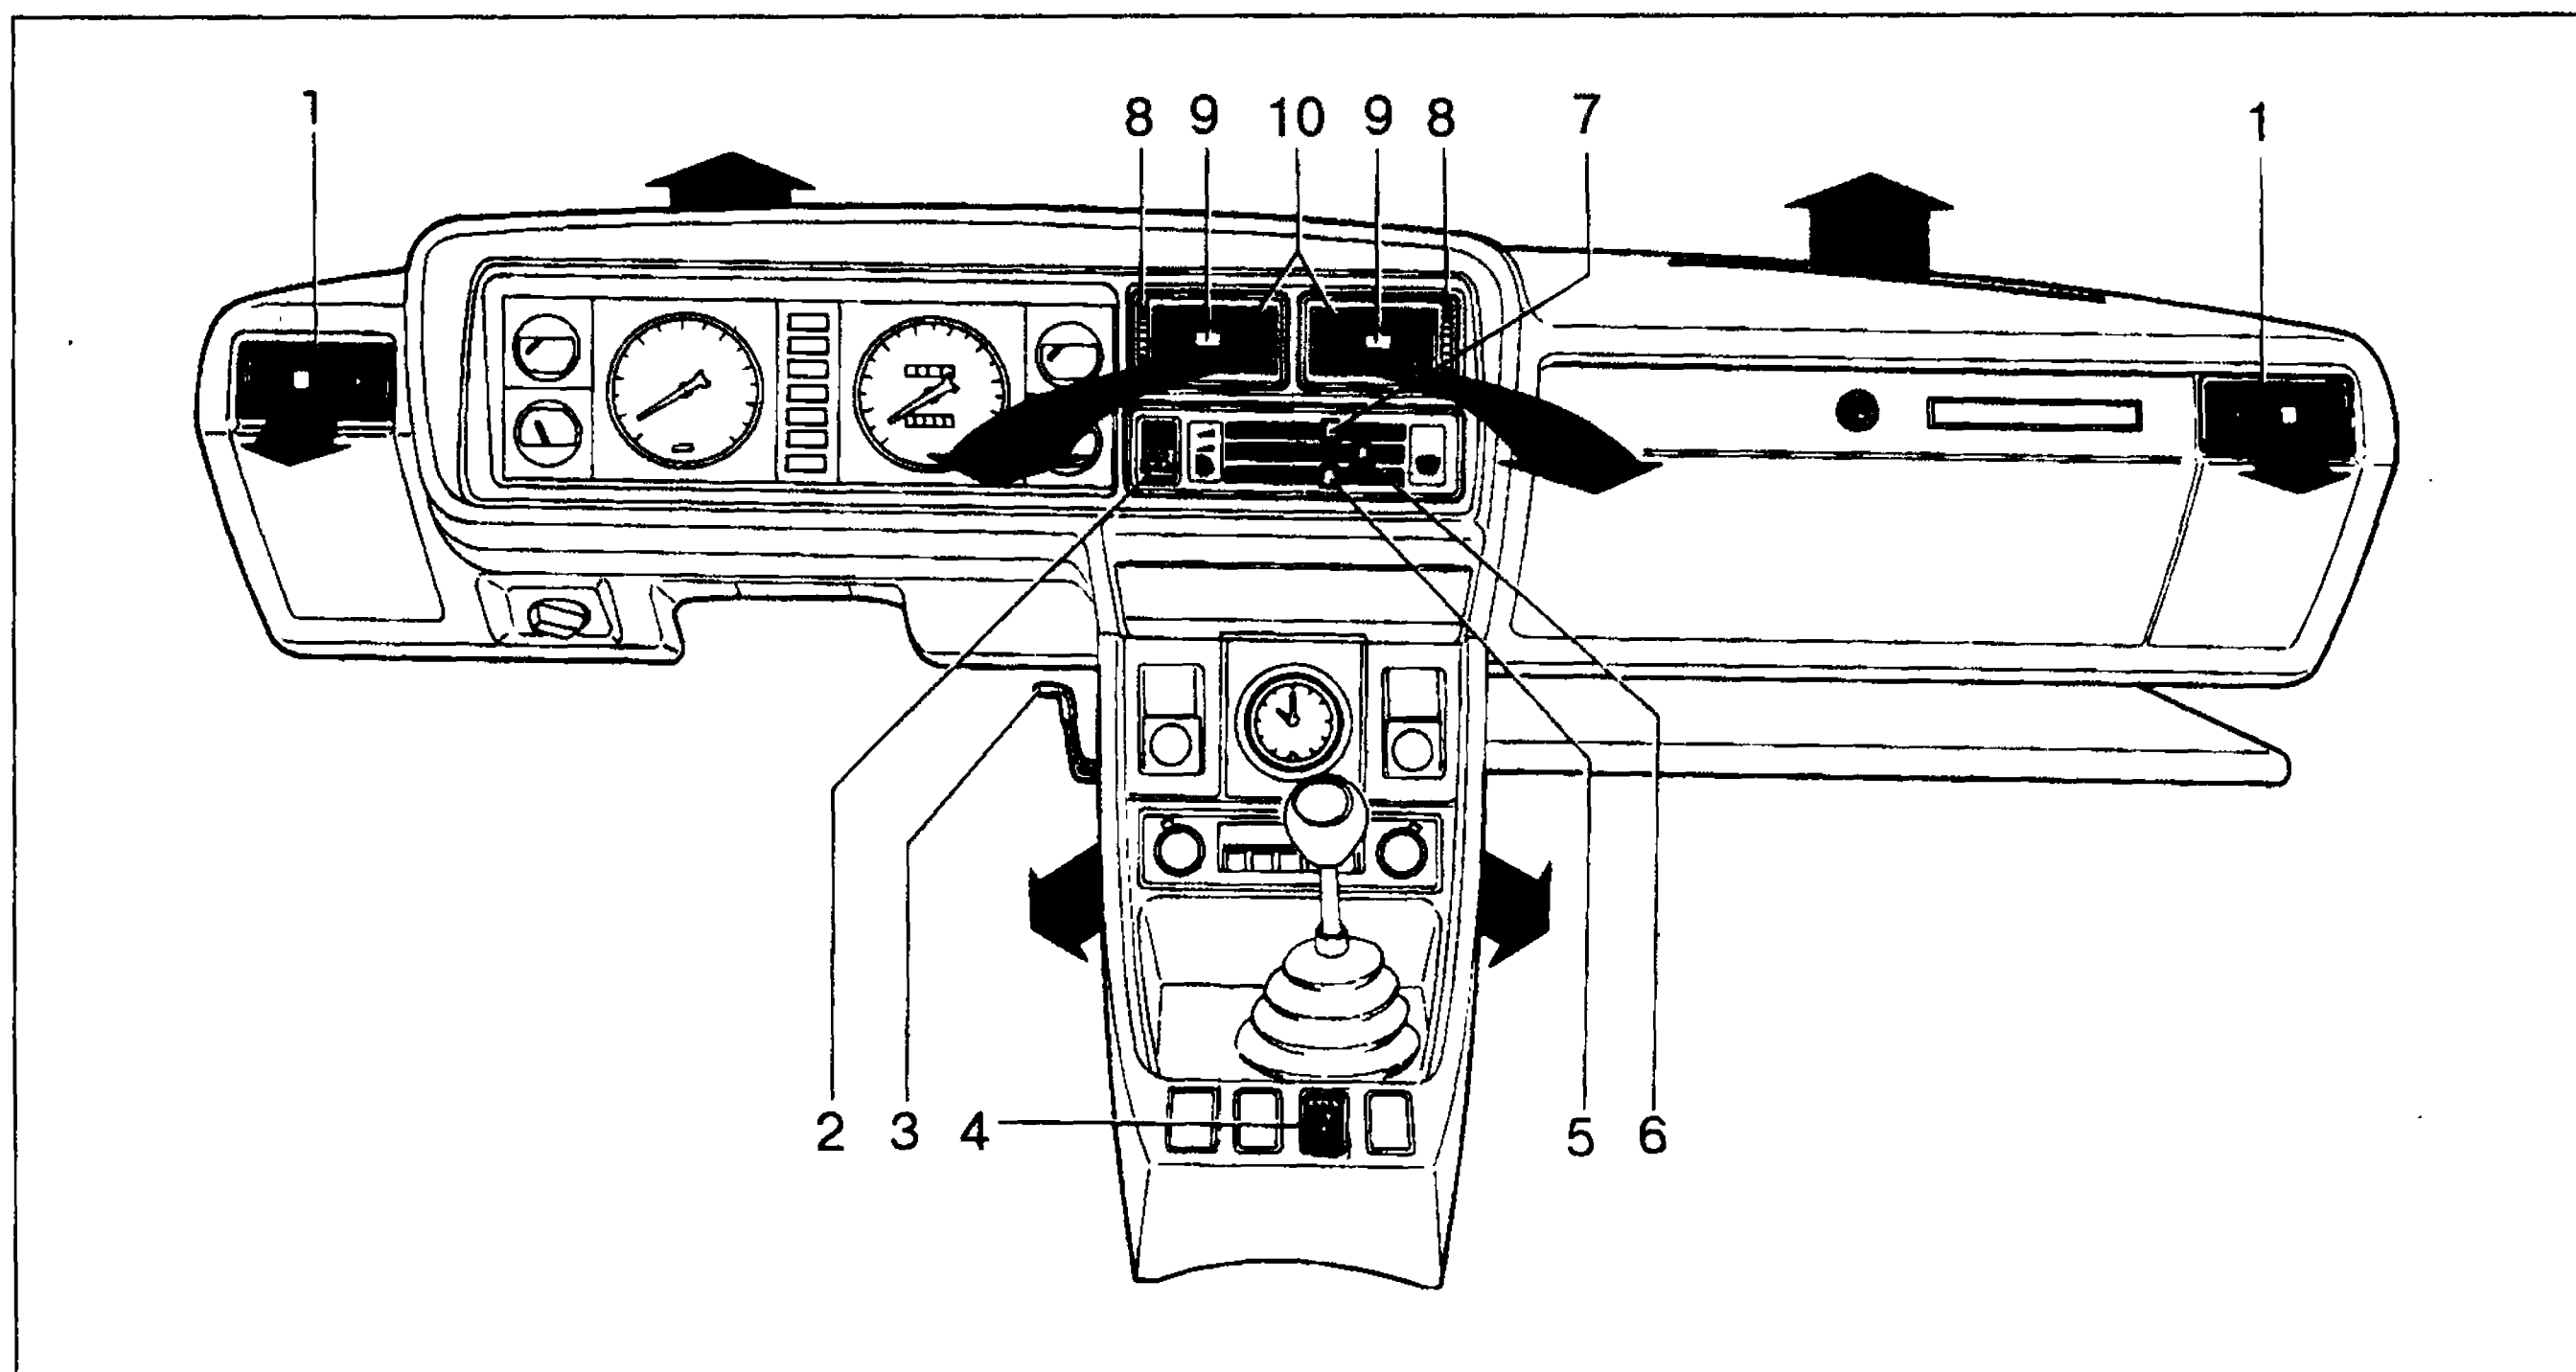

Рис. 1-8. Органы управления вентиляцией и отоплением салона:
- через верхние сопла на панели приборов, если переместить вправо распределительный рычаг 5 (рис. 1-8) и рычаг 6 управления крышкой люка воздухопритока;